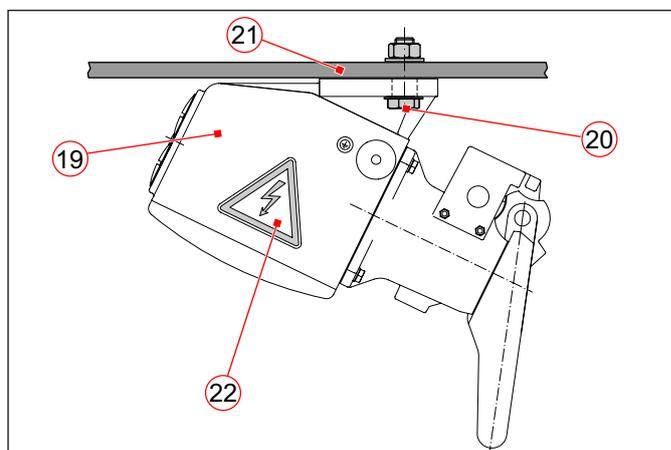

Abb. 7: Kupplungsdose (19) mit Schrauben (20) und Schraubensicherungselementen an Befestigungstraverse (21) montieren und Warnschild (22) aufkleben
- Die Kupplungsdose (**Abb. 7/19**) mit 2 Sechskantschrauben M20 inkl. Muttern und geeigneten Schraubensicherungselementen (20) an der vorbereiteten Befestigungstraverse (21) festschrauben. Das Drehmoment für die Befestigungsschrauben muss entsprechend den konstruktiven Gegebenheiten vom Fahrzeughersteller festgelegt werden.
- Anschließend das mitgelieferte Warnschild (22) aufkleben.